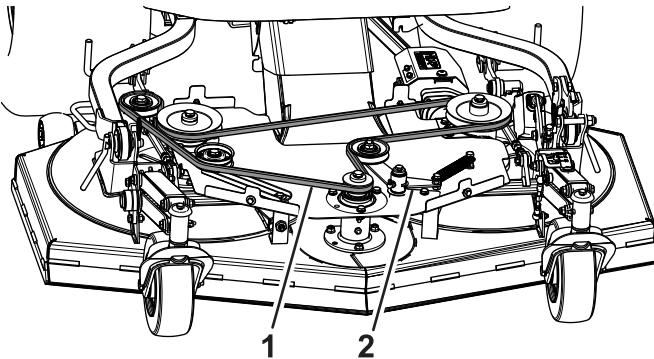

図 106
4. カッティングユニットのポストからアイドラームスプリングを取り外す 図 106。
1. 図 106に示すように、新しいベルトをプーリーに取り付ける。
2. カッティングユニットのポストにアイドラームスプリングを取り付ける 図 106。